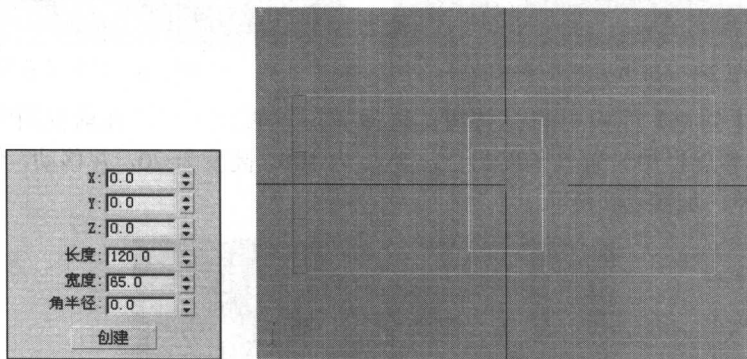

图 2-1 建立一个矩形的效果
Step 2 激活左视图，单击按钮将左视图最大化显示，单击【创建】面板中的按钮，选择工具，展开【键盘输入】卷展栏，输入长度为 120、宽度为 65，然后单击【创建】按钮在左视图创建一个矩形，如图 2-1 所示。